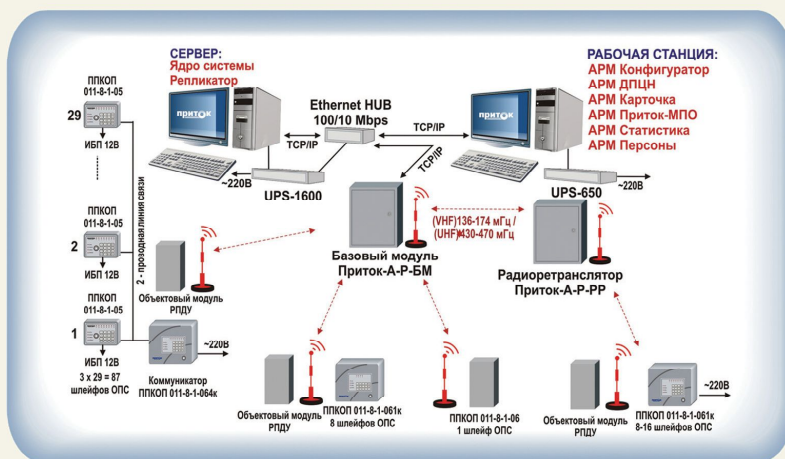

Рис. 3 ПЦН для охраны по УКВ радиоканалу
3. На основе применения приемопередатчиков УКВ диапазонов 136-174 или 430-470 МГц создаем подсистему радиохраны Приток-А-Р. То есть к ПЦН подключаем базовый модуль «Приток-А»-Р-БМ, в котором установлена радиостанция. Такая схема применяется там, где отсутствуют телефонные или иные проводные физические коммуникации (см. рис. 3.). Базовый модуль, как правило, устанавливается там, где обеспечивается наибольшее покрытие связи по выделенному УКВ каналу. БМ работает с сетью ПЦН по каналу, обеспечивающему работу протокола ТСР/ИР. Для увеличения зоны покрытия на одной частоте в системе могут применяться до трех радиоретрансляторов.